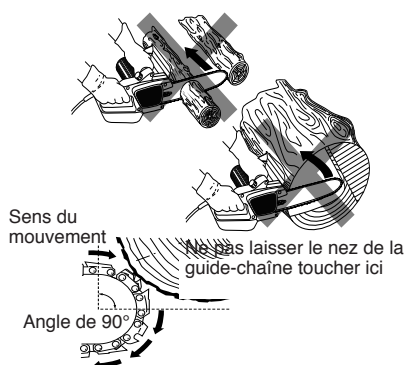

Figure 1 - Exemple du risque de recul. Ne pas laisser le nez de la guide-chaîne toucher un objet pendant que la chaîne est en mouvement.
- Ne pas enfourer le nez de la guide-chaîne ni essayer de couper en plongeant (faire un trou dans le bois en enfonçant le nez de la guide-chaîne, voir la figure 1, à la page 53).